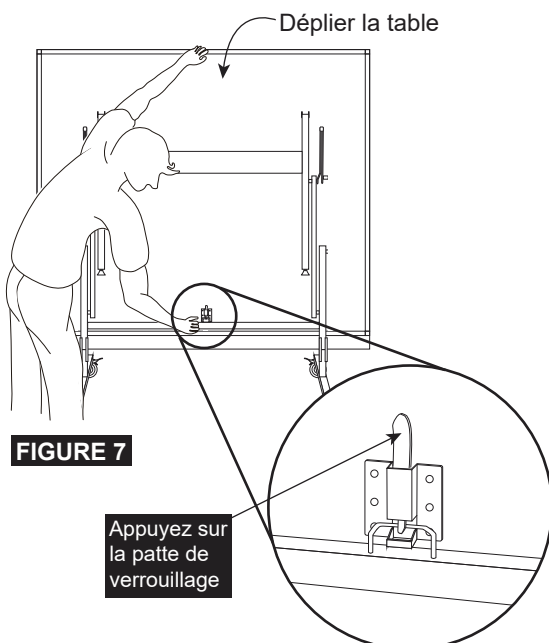

FIGURE 7
1. Appuyez sur la patte de verrouillage pour la déverrouiller comme illustré dans la **FIGURE 7**.